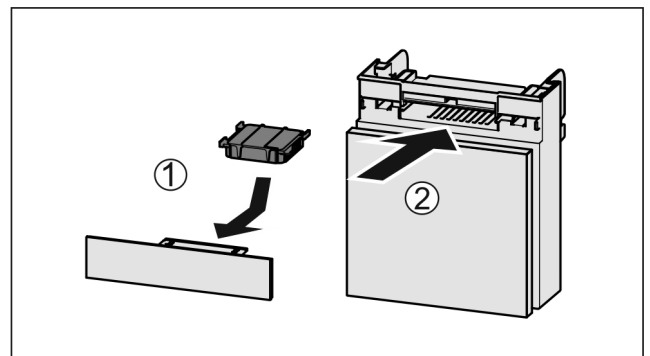

Fig. 66
- ▶ Filtr s aktivním uhlím vložte podle vyobrazení Fig. 66 (1).
- ▶ Zásuvku zasuněte Fig. 66 (2).